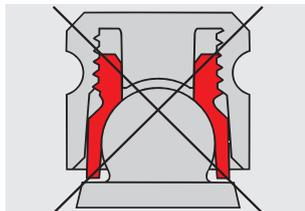

Fig. 9
**Attenzione:** La guaina di ritenzione a lamelle **non deve sporgere** dal mantello (Fig. 9).